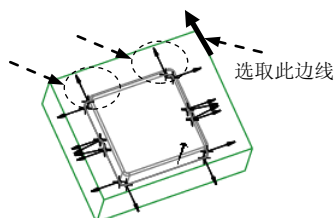
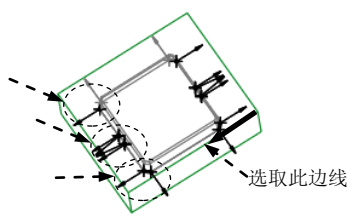

图 3.7 定义延伸点集（一）
图 3.8 定义延伸点集（二）
(1) 在“裙边曲面”对话框中双击 **Extension (延伸)** 元素，系统弹出“延伸控制”对话框，在该对话框中选择“延伸方向”选项卡。
(2) 定义延伸点集 1。
① 在“延伸方向”选项卡中单击 **添加** 按钮，系统弹出 **GEN PNT SEL (一般点选取)** 菜单和“选择”对话框，同时提示 **选择曲线端点和/或边界的其他点来设置方向。**；按住 **Ctrl** 键，在模型中选取图 3.7 的两个点，然后单击“选择”对话框中的 **确定** 按钮；再在 **GEN PNT SEL (一般点选取)** 菜单中选择 **Done (完成)** 命令。
② 在 **GEN SEL DIR (一般选择方向)** 菜单中选择 **Crv/Edg/Axis (曲线/边/轴)** 命令，然后选取图 3.7 所示的边线；(或单击 **Flip (反向)** 按钮) 将方向箭头调整为图 3.7 所示的方向，接受箭头方向为延伸方向，选择 **Okay (确定)** 命令。
(3) 定义延伸点集 2。
① 在“延伸控制”对话框中单击 **添加** 按钮；在 **选择曲线端点和/或边界的其他点来设置方向。** 的提示下，按住 **Ctrl** 键，选取图 3.8 所示的六个点，然后单击“选择”对话框中的 **确定** 按钮；在 **GEN PNT SEL (一般点选取)** 菜单中选择 **Done (完成)** 命令。
② 在系统弹出的 **GEN SEL DIR (一般选择方向)** 菜单中选择 **Crv/Edg/Axis (曲线/边/轴)** 命令，然后选取图 3.8 所示的边线；调整延伸方向，如图 3.8 所示，然后选择 **Okay (确定)** 命令。